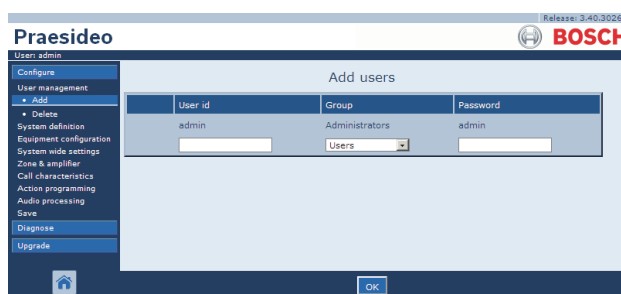

figure 42.2 : Ajout d'un utilisateur, étape 1
- 1 Allez à *Configure > User management > Add*. Un écran semblable à celui de la figure 42.2 s'affiche dans le cadre principal de l'interface Web.